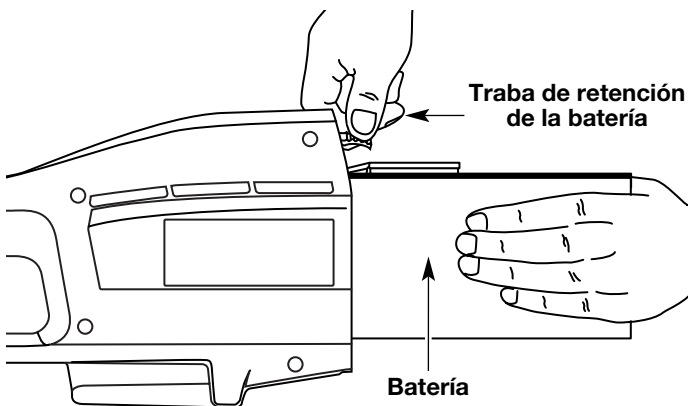

Fig. 18
2. Presione la traba que sostiene la batería mientras saca la batería hacia fuera (Fig. 18).
1. Deslice la batería dentro del bastidor de la batería hasta que la traba de retención de la batería trabe la batería en su lugar (Fig. 18).